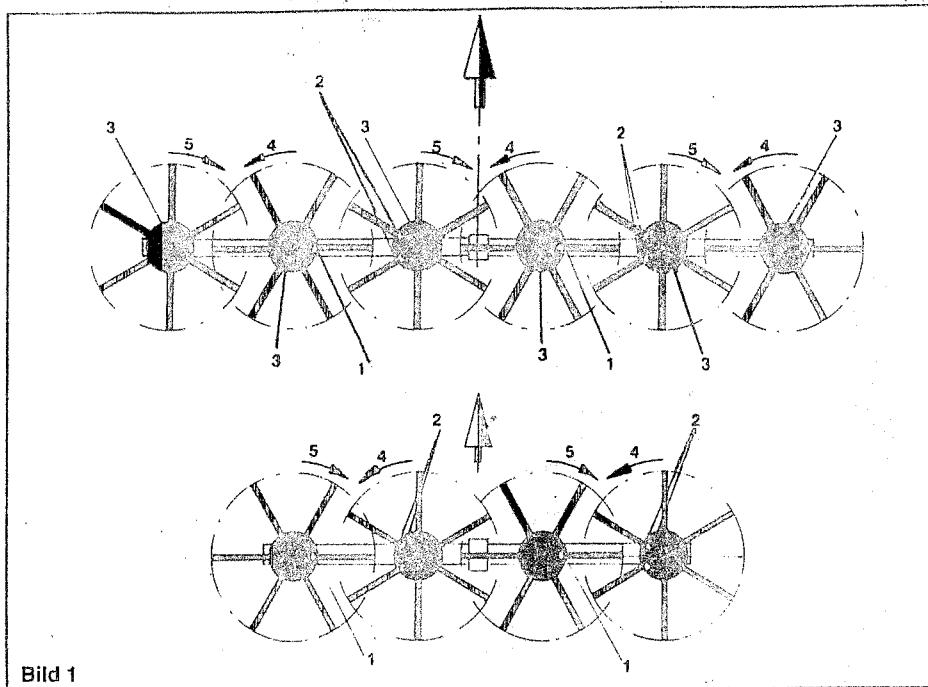

Bild 1
Die Montage erfolgt bei ausgeschwenkter Maschine(Arbeitsstellung). Es ist darauf zu achten, daß vor der Montage der Zinkenarme die gelbe Markierung auf den Kreiseltellern (Bild 1, Pos. 1.u.2) eingesetzt wird. Die Zinkenarme sind unterhalb der Zinkenteller(Bild1, Pos.3) durch die dafür vorgesehenen Löcher mit je einer Sechskantschraube M12x35 und M12x40, zwei Scheiben und zwei Sicherungsmuttern fest zu verschrauben. Die linken Zinkenarme(siehe Abziehbild am Bund Zinkenarme) müssen an die linksdrehenden Kreisel, (Bild 1, Pos.4) montiert werden. Die rechten Zinkenarme (siehe Abziehbild am Bund Zinkenarme) werden an die rechtsdrehenden Kreisel (Bild 1, Pos.5) montiert.
Le montage se fait lorsque la machine est en position de travail. Veillez à ce que le marquage en jaune sur les plaques des toupies (Fig. 1, rep. 1 et 2) soit réglé avant le montage des bras dentés. Il faut visser fermement les bras dentés au-dessous des plaques de dents (Fig. 1, rep. 3) par les alésages prévus à cet effet au moyen d'une vis à 6 pans M 12x35 et M 12x40, deux rondelles et deux écrous de sécurité pour chaque.
Il faut monter les bras dentés gauches(voir décalcomanie au collet des bras dentés) aux toupies tournant à gauche(Fig. 1, rep.4).
Il faut monter les bras dentés droits (voir décalcomanie au collet des bras dentés) aux toupies tournant à droite (Fig.1, rep.5). Après la première heure de service, contrôler les boulons. Si nécessaire, les resserrer!
Fitting is carried out with the machine in the working position. Set the yellow marks on the rotor plates (Fig. 1, item 1 and 2) before fitting the tine arms. The tine arms must be bolted below the tine plates (Fig.1, item 3) through the holes provided using an M 12x35 and an M 12x40 bolt, each with two washers and two locknuts. The left hand tine arms(refer to the decal on the collar of the tine arms) must be fitted to the rotors turning to the left(Fig. 1, item 4). The right-hand tine arms(refer to the decal on the collar of the tine arms) are mounted to the rotors turning to the right (Fig. 1, item 5).
Man dient erop te letten, dat vóór de montage van de vorkarmen de gele markering op de rotatieschijven (afb. 1, pos. 1 en 2) wordt ingesteld. De vorkarmen moeten aan de onderkant van de vorkschilden (afb. 1, pos. 3) door de daarvoor bestemde gaten stevig worden vastgeschoefd met telkens een zeskantschroef M 12x35 en M 12x40, twee schijven en twee veiligheidsmoeren.
De linker vorkarmen (zie etiket op de bundel vorkarmen) moeten op de naar links draaiende rotatieschijven worden gemonteerd (afb. 1, pos.4). De rechter vorkarmen (zie etiket op de bundel vorkarmen) moeten op de naar rechts draaiende rotatieschijven worden gemonteerd (afb.1,pos.5). Nadat de machine één uur in bedrijf is geweest, moeten de schroeven gekontroleerd en indien nodig opnieuw vastgedraaid worden.
Monteringen utförs med maskinen utsvängd (arbesläge). Se till före monteringen av rotorarmarna att tallrikarna är inställda enligt de gula markeringarna (bild 1 pos 1 och 2). Rotorarmarna skruvas fast på tallrikarnas undersida (bild 1 pos 3) i därfor avsedda hal med sexkantskruvar M12x35 och M12x40, två brickor och tva låsmuttrar. De vänstra rotorarmarna (se dekal på förpackningen) skall monteras på de vänsterroterande rotorerna (bild 1 pos 4) och de högra armarna skall monteras på de högerrotterande rotorerna (bild 1 pos 5). Kontrollera muttrarna vid åtdragning efter den första arbetstimmen.
Il montaggio si svolge a macchina aperta(posizione di lavoro). Osservare bene i piatti contrassegnati di colore giallo e registrarli prima del montaggio(fig.1, pos. 1 e 2). I braggi portadenti vengono montati sulla parte inferiore del disco(fig.1, pos.3) tramite due viti esagonali M12x35 e M12x40, due rondelle e due dadi auto-bloccanti. Montare gli spargitori di sinistra(osservare la calcomania).
nia) ai giroscopi sinistrosi (fig.1, pos.4).
Montare gli spargitori di destra (vedi la calcomania) ai giroscopi destrosi (fig.1, pos.5).